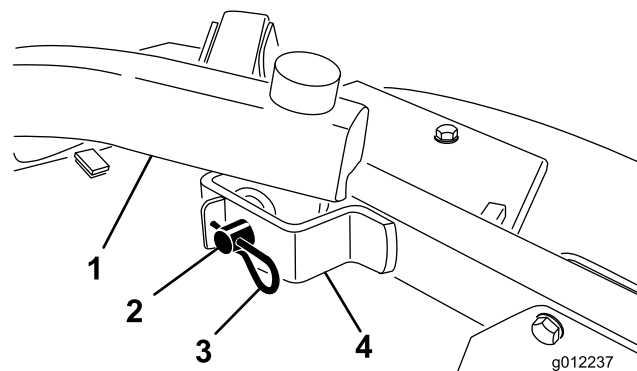

Figure 24
2. Retirez les goupilles fendues et les axes de chape qui fixent les bras de relevage aux supports des bras pivotants (Figure 24).